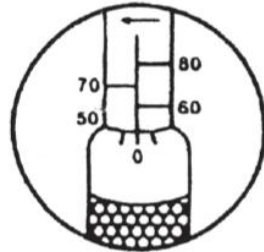
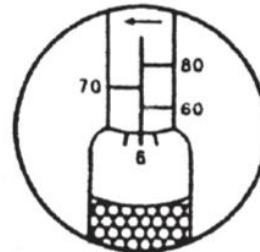

FIG1 50FT-LB
FIG2 56FT-LB
3. Der Drehmoment ist nun bei 56ft.lbs gesetzt (Siehe FIG1 und FIG2)